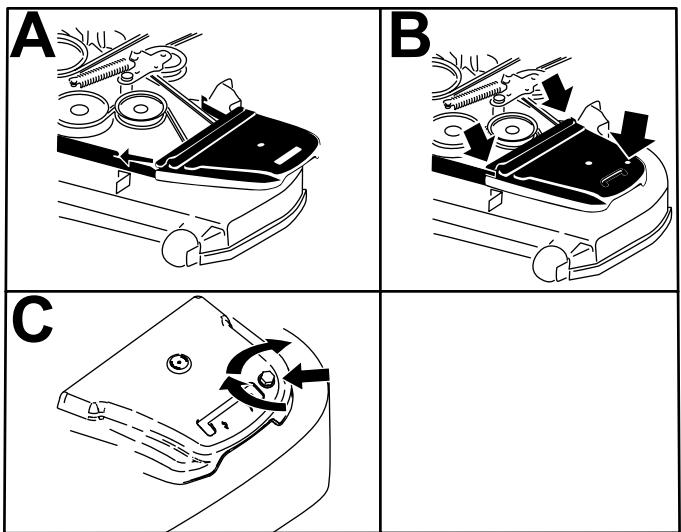

Figura 65
12. Montate i copricinghia e i relativi bulloni (Figura 65).